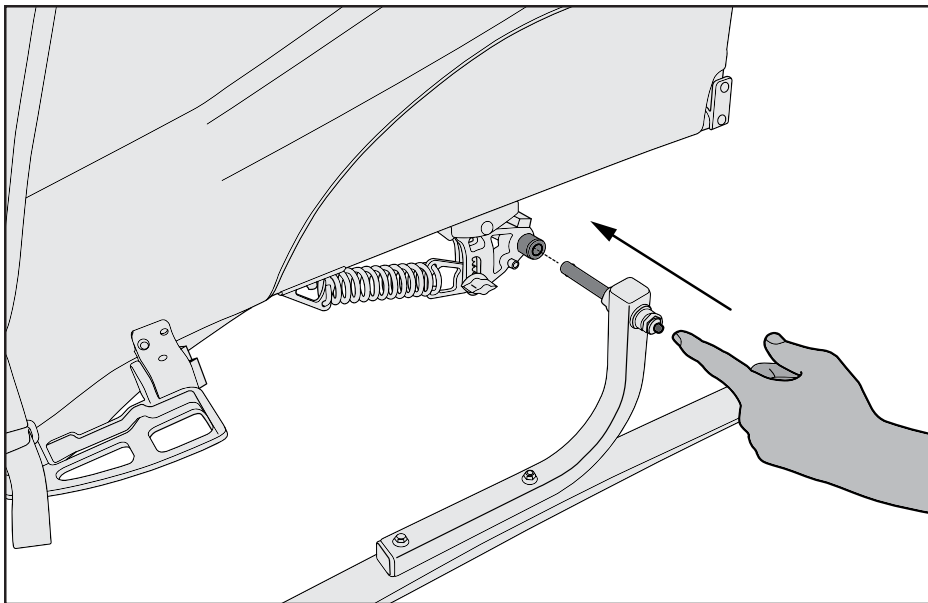

Figure 1
2. Pour les remorques dont les essieux sont pourvus d'un bouton presseur : Appuyez sur le bouton presseur situé sur l'extérieur de l'essieu du ski et faites glisser l'essieu du ski dans l'essieu de la remorque (Figure 1). Tirez fermement sur le ski afin de vérifier que l'essieu est bien engagé. Recommencez de l'autre côté.